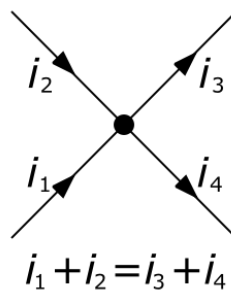

FIGURE 11: Illustration de la loi des noeuds
■ **Exemple** Sur la Figure 11, la loi des noeuds nous donne la relation